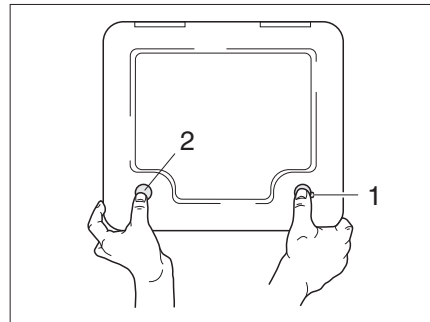

Fig. 14 Trampilla exterior cassette Thetford con imán
- ▶ Introducir la llave en el cilindro de cierre del cierre a presión (Fig. 14,1) y girarla un cuarto de vuelta.
- ▶ Pulsar el cierre a presión (Fig. 14,1) y el pulsador magnético (Fig. 14,2) al mismo tiempo con el pulgar, y abrir la trampilla exterior.
La trampilla exterior (Fig. 14) es sostenida por el pulsador magnético (Fig. 14,2) en la pared externa de la campavan.
- ▶ Introducir la llave en el cilindro de cierre (Fig. 14,1) y girarla un cuarto de vuelta.